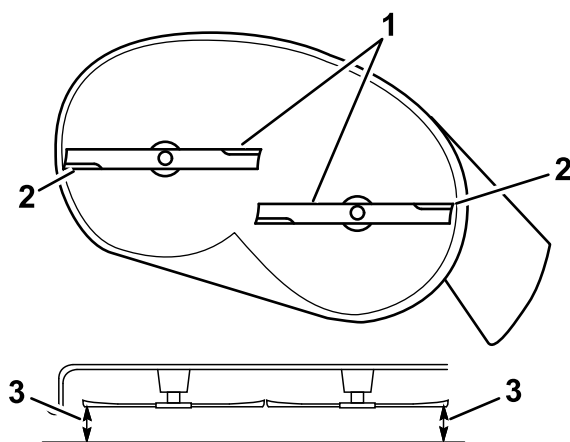
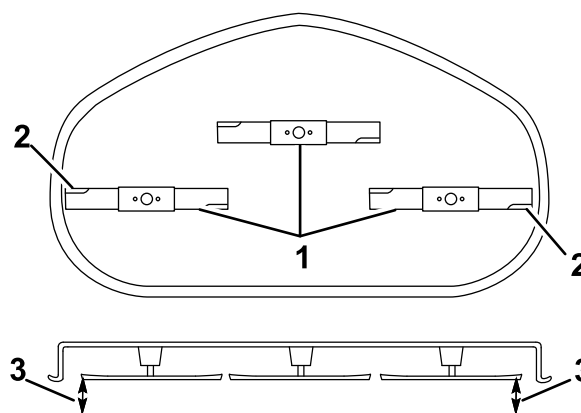

Figure 67
Figure 68
5. Mesurez la distance entre les tranchants extérieurs et la surface plane (Figure 67 et Figure 68).